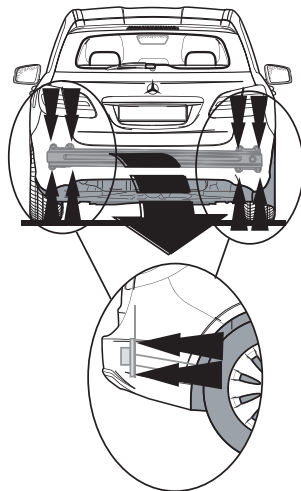

Fig. 1
1. Снять бампер (см. рис. 1).
4. Снять бампер вместе со стальным буферным брусом автомобиля; буферный брус больше не понадобится (см. рис. 1).